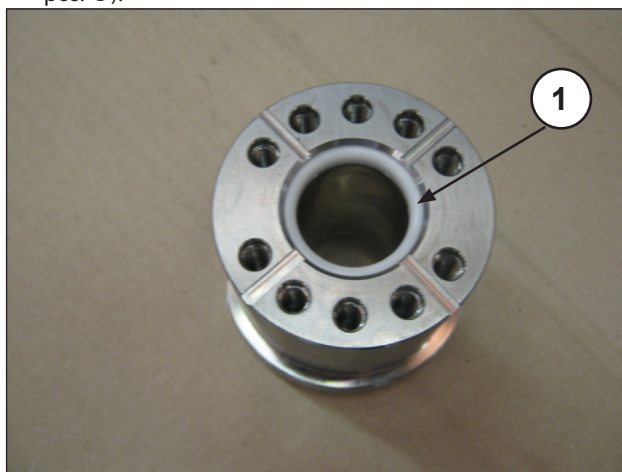

Fig. 131
- Introducir la junta de retención en la camisa (Fig. 131, pos. ①).